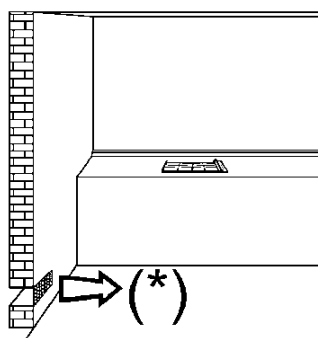
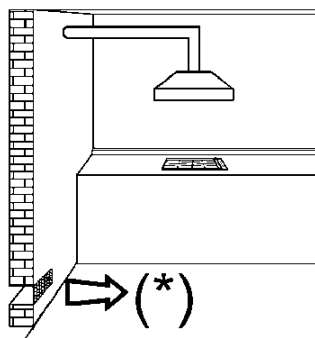
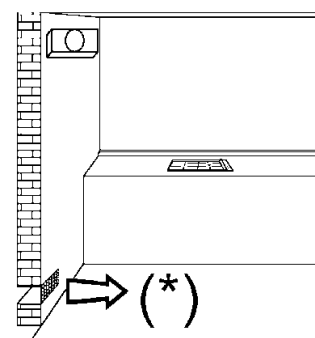

FIG. 3
FIG. 4
FIG. 5
- **el uso de un aparato de cocción a gas produce calor y humedad en el local donde ha sido instalado. En consecuencia, es necesario garantizar una buena ventilación del local manteniendo libres de obstáculos las ranuras de ventilación natural (fig. 3) y activando un dispositivo mecánico de ventilación (campana de aspiración o electroventilador fig. 4 y fig. 5).**
Para garantizar el correcto funcionamiento del aparato, es indispensable que el local en el que se instala esté ventilado permanentemente. La cantidad de aire necesaria es la que requiere la combustión normal del gas y la ventilación del local, cuyo volumen no podrá ser inferior a 20 m³. El flujo natural del aire debe tener lugar por vía directa a través de aberturas permanentes, efectuadas en las paredes del local que se desea ventilar. Dichas aberturas deben dar al exterior y tener una sección mínima de 100 cm² (ver fig. 3). Deben realizarse de modo que no puedan quedar obstruidas.
Los aparatos de cocción a gas deben descargar siempre los productos de la combustión por medio de campanas conectadas a chimeneas, a tubos de humos o directamente al exterior (ver fig. 4). En caso de que no sea posible aplicar la chimenea y siempre que se respeten totalmente las disposiciones relativas a la ventilación mencionadas en las normas vigentes, está permitido utilizar un ventilador instalado sobre una ventana o sobre una pared que dé al exterior, el cual deberá encenderse al mismo tiempo que el aparato (ver fig. 5).